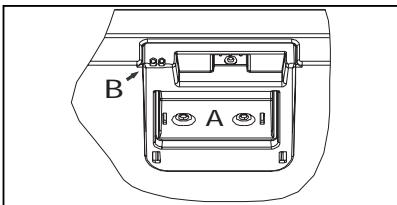

Figure 6.
7.2. Éclairage intérieur (Fig. 6)
2. Remettez ensuite le signal de la porte à zéro en dirigeant la télécommande vers le capteur de la porte (Figure 6 B) et en appuyant sur la touche.